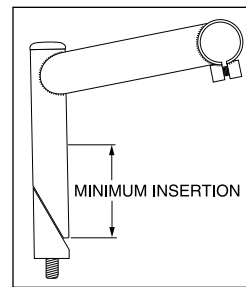

Figure 1
4. Sur le tube de direction fileté, insérez la tige à une profondeur minimum conforme aux normes CPSC ou JIS. La tige doit être insérée sur une longueur engagée au moins égale à 2,5 fois le diamètre de la tige à sa partie inférieure (mais non sa partie effilée, voir Figure 1).